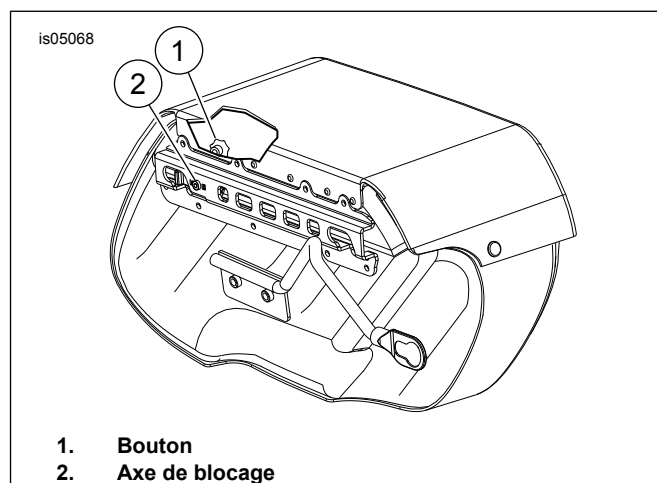

Figure 5. Bouton et axe de sacoche
3. Voir Figure 5. À partir de l'intérieur de la sacoche, tirer et tourner le bouton (1) d'un quart de tour et le loquet (2) se libèrera.